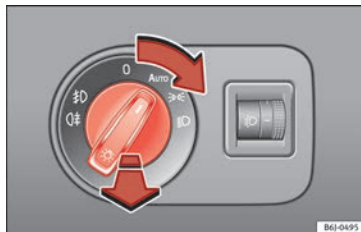

Fig. 29 Tablero de instrumentos: mando de las luces.
- Gire el interruptor hacia la posición deseada » fig. 29.